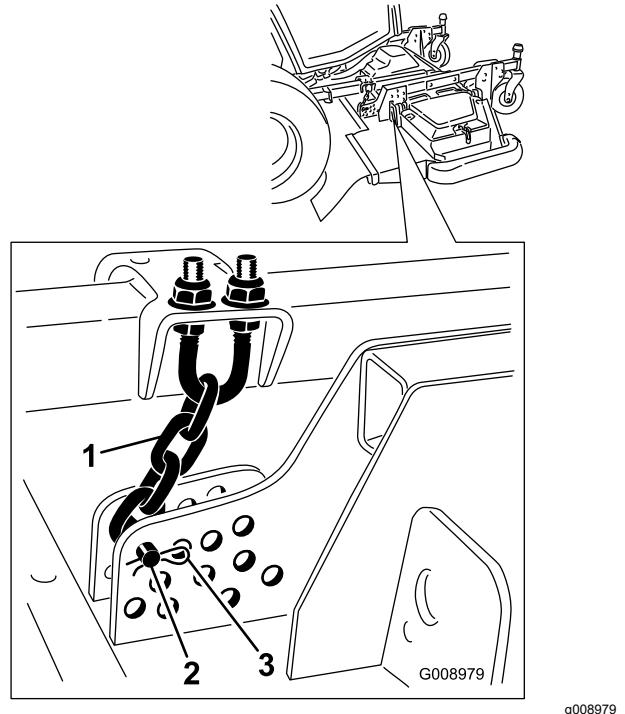

Figura 103
4. Retire la chaveta y el pasador que fijan las cadenas de ajuste de la altura de corte a la parte trasera de la unidad de corte (Figura 103).